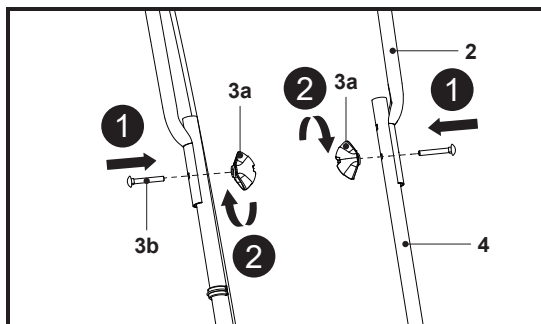

Fig. 2
1. Prinde bara mânerului superior (2) pe barele mânerului inferior (4) și aliniază găurile de pe bara mânerului superior cu cele de pe barele mânerului inferior (fig. 2).
2. Fixează bara mânerului superior (2) pe barele mânerului inferior (4) cu seturile de montare (3) și strânge butoanele (3a) în sens orar (fig. 2).